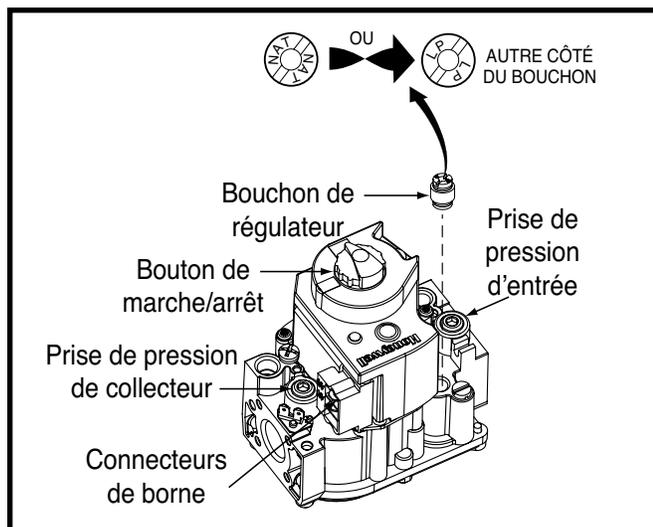

Figure 20. Robinet de gaz
La conversion des vannes à deux étages au gaz de pétrole liquéfié/propane requiert le remplacement des orifices du brûleur et le réglage du bouchon du régulateur sur le côté marqué LP (GPL). L'extrémité orientée vers le haut doit alors indiquer LP. Voyez la Figure 20.
5. Réglez le bouton de marche/arrêt du robinet de gaz en position OFF (arrêt). Voyez la Figure 20.
2. Utilisez une clé hexagonale 3/16 po pour retirer le bouchon de la prise de pression d'entrée (côté ENTRÉE du robinet de gaz). Voyez la Figure 20.
5. Ouvrez (ON) l'alimentation principale de gaz au robinet.
4. Réglez le bouton de marche/arrêt du robinet de gaz en position ON (marche). Voyez la Figure 20.
3. Utilisez une clé hexagonale 3/16 po pour retirer le bouchon de la prise de pression d'admission située du côté sortie du robinet de gaz. Voyez la Figure 20.